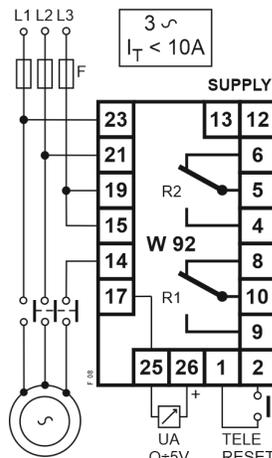

Fig. 8
Seguire lo schema di fig.8
- a) Se  $I_T$  é minore di 10A si può usare l'inserzione diretta (v. schemi di fig.8 e 10).
Follow diagram of fig.8
- a) If  $I_p$  is lower than 10A the device is by direct insertion connected (fig.8 and 10)
Tensione motore 400Vac,  $I_t=3,5A$  (fig.8).